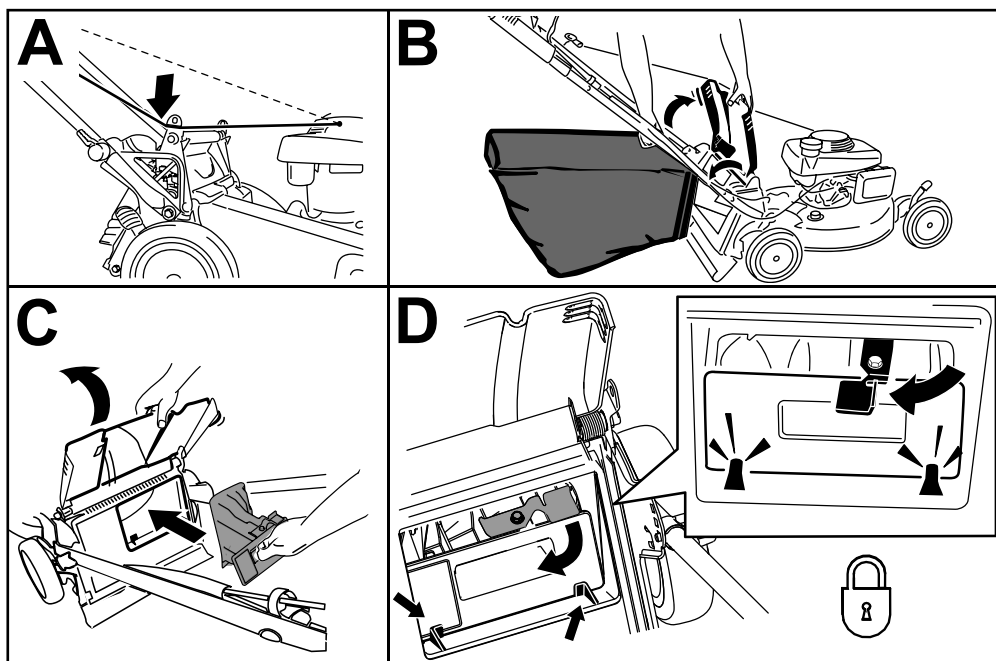

Рисунок 23
1. Проложите трос стартера вокруг нижней направляющей троса (вид А на Рисунок 23).
2. Поднимите вверх и удерживайте в верхнем положении задний дефлектор, поднимите травосборник вверх за рукоятку, вынув его из выемок в кронштейнах рукоятки (вид В на Рисунок 23).
3. Установите заднюю заглушку (вид С на Рисунок 23).
**Внимание:** Убедитесь, что задняя заглушка зафиксирована на месте. Чтобы зафиксировать заглушку, нажмите на нее с достаточным усилием, чтобы она защелкнулась на месте за выступами, затем поверните рычаг на заглушке влево (вид D на Рисунок 23).